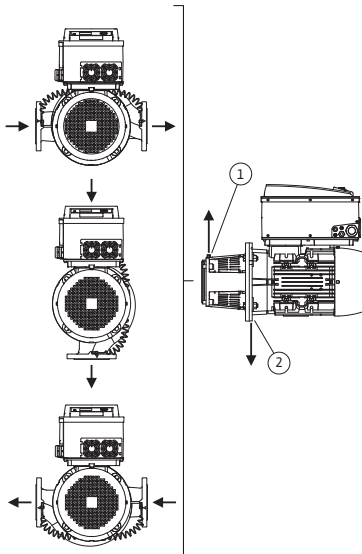
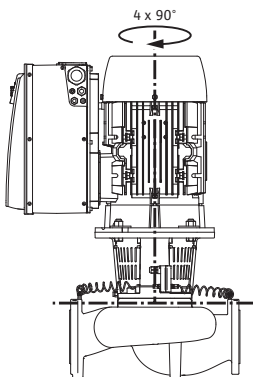

Fig. 18: Povolené montážne polohy s horizontálnym hriadelom motora
Fig. 19: Povolené montážne polohy s vertikálnym hriadelom motora
Povolené montážne polohy s horizontálnym hriadelom motora a elektronickým modulom smerom nahor ( $0^\circ$ ) sú zobrazené na Fig. 18. Nezobrazujú sa povolené montážne polohy s bočne namontovaným elektronickým modulom ( $\pm 90^\circ$ ). Prípustná je každá montážna poloha okrem polohy „elektronický modul smerom nadol“ ( $-180^\circ$ ). Odvzdušnenie čerpadla je zabezpečené len vtedy, keď odvzdušňovací ventil smeruje nahor (Fig. 18, pol. 1). Len v tejto polohe ( $0^\circ$ ) je možné vznikajúci kondenzát cielene odvádzať cez príslušnú dieru, medzikus čerpadla, ako aj motor (Fig. 18, pol. 2). Odstráňte zátku na prírubu motora.
Povolené montážne polohy s vertikálnym hriadelom motora sú zobrazené na Fig. 19. Dovolená je akákoľvek montážna poloha, okrem „Motor smerom nadol“.
- Odvzdušňovací ventil na medzikuse (Fig. 6, pol. 1.31) musí pri horizontálnom hriadeľi motora vždy smerovať nahor (Fig. 6a: aFig. 6b:). Pri vertikálnom hriadeľi motora je povolená každá orientácia. V tejto súvislosti si pozrite aj Fig. 18: „Povolené montážne polohy s horizontálnym hriadeľom motora“ na strane 24, resp. Fig. 19: „Povolené montážne polohy s vertikálnym hriadeľom motora“ na strane 24.
- Pri horizontálnom hriadelí motora je potrebné, aby sa diera na odtekanie kondenzátu nachádzala dole (Fig. 18, pol. 2). V prípade potreby sa musí motor zodpovedajúco otočiť.